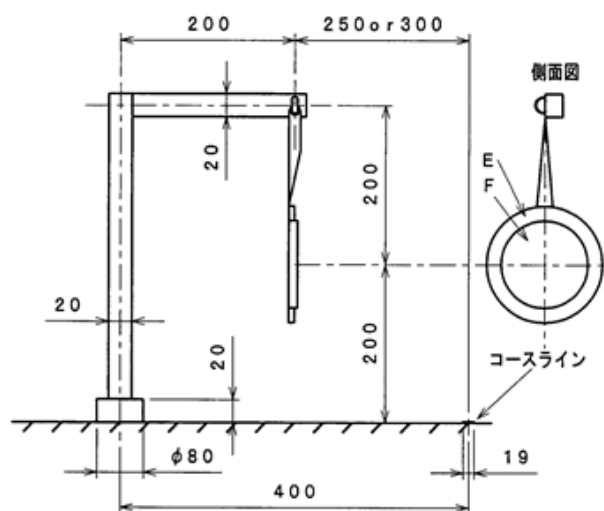

図 3 平行標的の形状
- 3) ii) の平行標的は、図 3 のように円盤形で 2 種類とし、E 標的が直径 120 mm、F 標的が直径 90 mm とする。これら EF 標的の標的面はコースラインに対し平行になるように支持される。